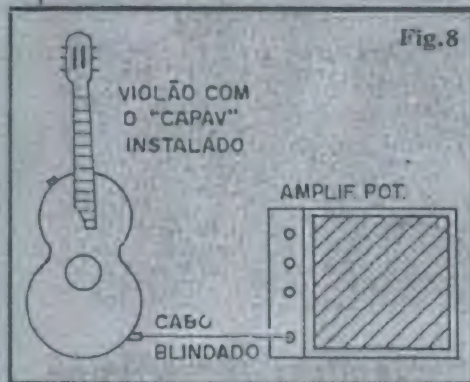

Fig. 8
- FIG. 8 - USANDO O VIOLÃO COM O CAPAV - Com a instalação feita conforme a orientação das figuras anteriores, basta efetuar a conexão do instrumento ao amplificador, através de um cabo blindado mono no comprimento necessário, dotado de "plugões" nas duas pontas... A disposição geral do controle e da saída do cabo foram determinadas de modo